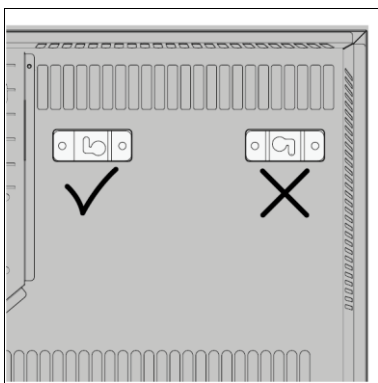
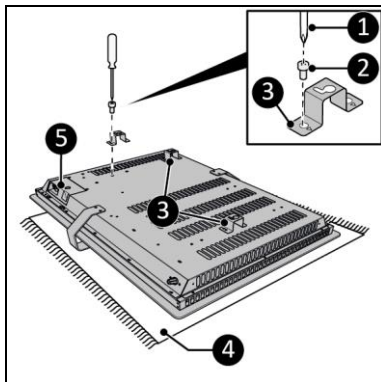

Figure 10
Figure 11
11. Avant d'installer les supports sur l'appareil, vérifiez bien l'orientation (figure 10).
12. Posez l'appareil sur une surface douce et stable (figure 11, pos. 4).
13. Vissez et serrez trois supports (figure 10, pos. 1) des deux côtés du corps principal (figure 11, pos. 5) avec une petite vis (figure 11, pos. 2) avec un tournevis Phillips (figure 11, pos. 3).